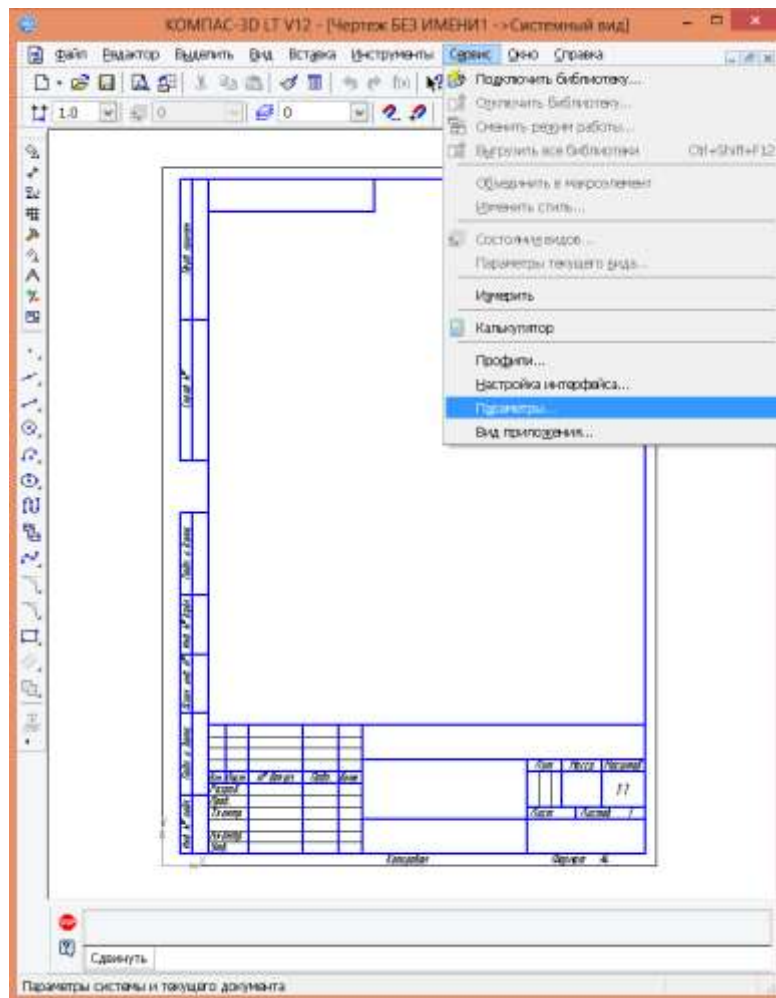

Рис. 15.2. Выбор формата
- вызовите команду **Сервис ► Параметры...** – (рис. 15.2);